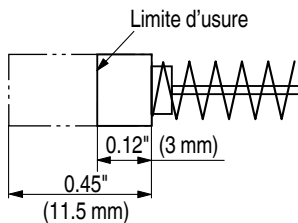

Fig. 10
4. Contrôle des balais en carbone (Fig. 10)